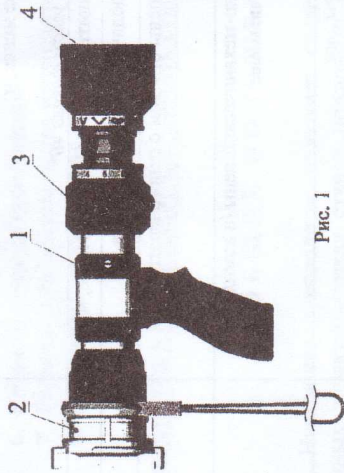

Рис. 1
Внешний вид ствола приведен на рис. 1. Ствол состоит из корпуса (1) с присоединительной головкой ГМ-50 (2), головка перекрывного устройства и управления расходом (3), головки изменения геометрии струи (4). Ствол выполнен из нержавеющей стали и термостойких высокопрочных пластмасс.